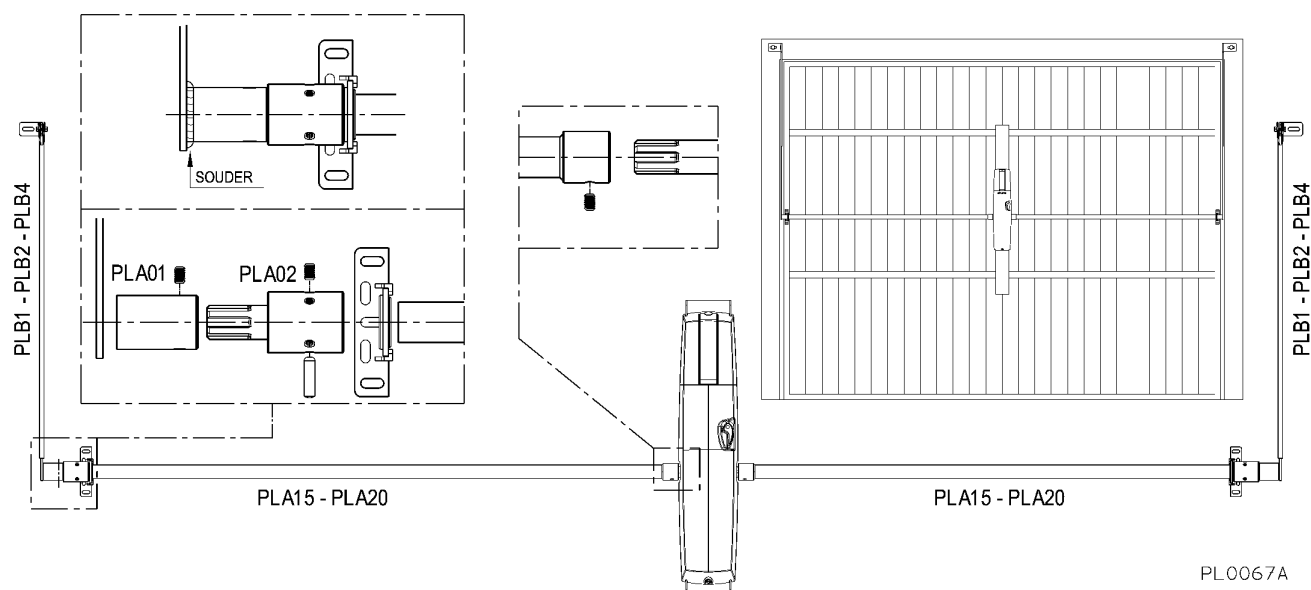

Fig. 25
##### (D) Assemblage des arbres de transmission par solidarisation PLA02 sur une douille PLA01 soudée au bras PLB1, PLB2, PLB4 (fig. 25).